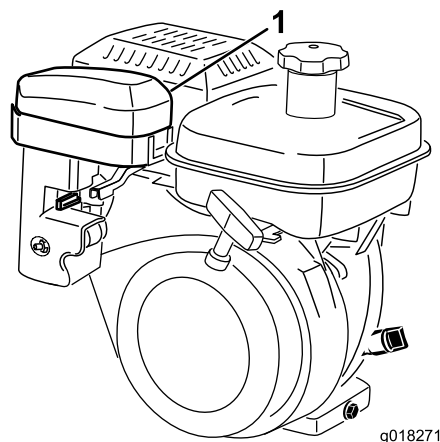
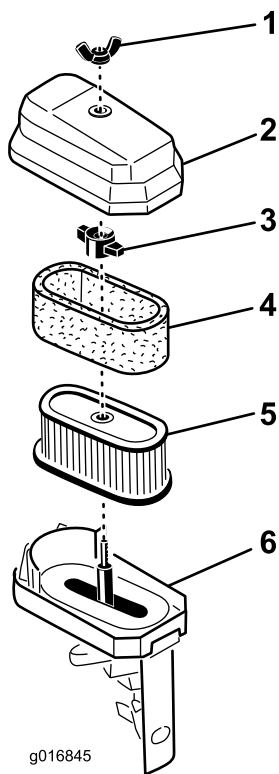

Рисунок 32
Рисунок 33
2. Снимите барашковую гайку, которой крепится крышка воздухоочистителя, и снимите крышку. Тщательно очистите крышку (Рисунок 32 и Рисунок 33).
3. Если элемент из пеноматериала загрязнен, извлеките его из бумажного элемента (Рисунок 33). Тщательно очистите элемент.